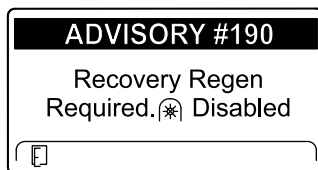

Figure 80
- ADVISORY #190 (avis n° 190), demande de régénération d'urgence – prise de force désactivée, affiché (Figure 80)